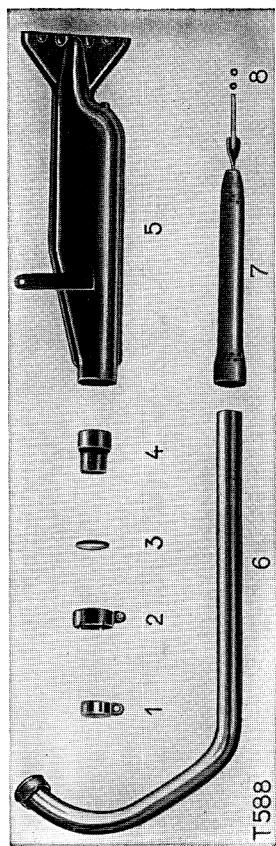

Abb. 26
Durch kreuzweises Anziehen der Zylinderflanschmuttern wird der Zylinder auf dem Gehäuse befestigt. Ebenso müssen die Zylinderkopfschrauben kreuzweise und kräftig angezogen werden. Nachdem man das **Auspuffrohr 6** (Abb. 26) und den Auspuffstopf (5) samt Dämpfungsrohr (7), welches nach Lösen der Muttern (8) herausgezogen werden kann, gereinigt hat, werden alle Teile am Motor bzw. Rahmen wieder montiert. Besondere Sorgfalt ist auf den luftdichten Anschluß des Ansaugkrümmers 11 (Abb. 10) zu legen, damit der Vergaser keine sogenannte falsche Luft bekommt, welche zu Ueberhitzung und unregelmäßigem Lauf des Motors führt.